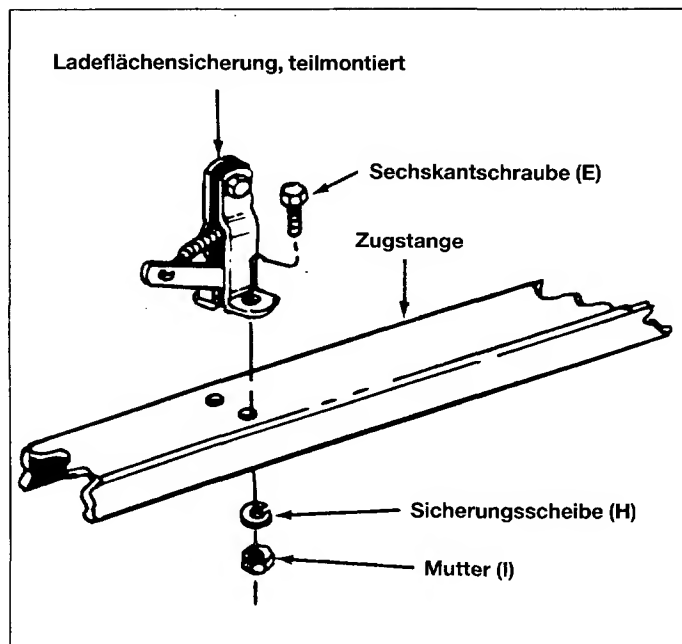

Bild 13
18. Die Ladeflächensicherung (BB) auf der Zugstange anbringen. 6x16 mm Sechskantschrauben (E), Sicherungsscheiben (H) und Muttern (I) benutzen. Siehe Bild 13.